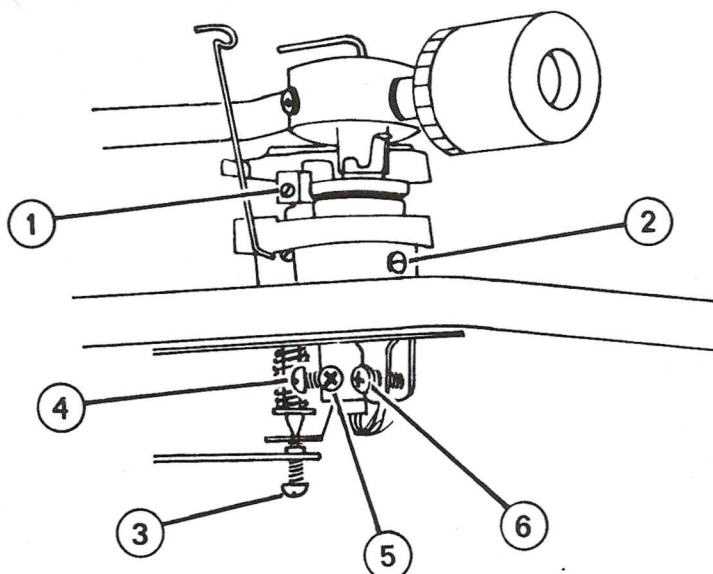
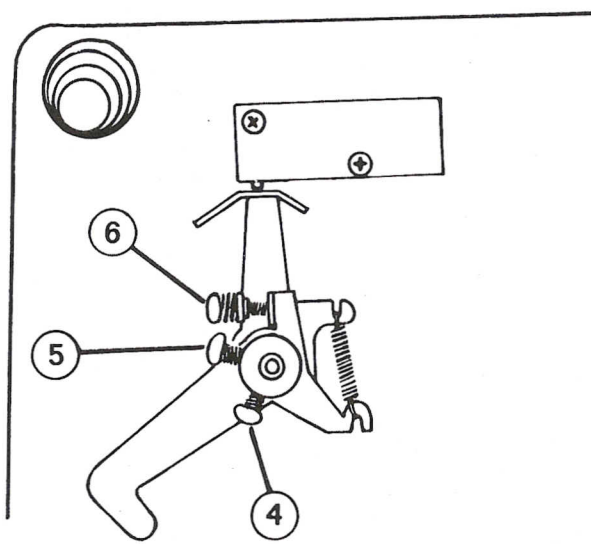

Fig. 7. Demontering av pickuparm
Fig. 8. Justeringsskruer, pickuparm
2.6 Demontering av pickuparm, (fig. 7)
- Løs skruene (2), (4) og (5), (fig. 7).
- Ved montering, sett pickuparmen på plass og fest den på pickuparmstøtten. Skru inn skrue (2).
- Sett pickup-platen i den stilling der den holder mikrobryteren inntrykket, og skru inn skruene (4) og (5), se fig. 8.
Det er sleidearmens posisjon i forhold til pickuparmen som bestemmer når auto-returnfasen skal starte, og dette forholdet kan finjusteres med skruen (6) fig. 7.
- Pickupstiftens høyde over gramfonplaten skal under returfasen være ca 7 mm. Hvis justering er nødvendig løs skruene (1) fig. 7 og juster løftekamens høyde.
- Om nødvendig, juster med skrue (3) fig. 7.
2.6 Dismantling the pick-up arm (fig. 7)
- Remove screws (2), (4) and (5), fig. 7.
- When assembling, put the pick-up arm in position and fix it to the arm support. Screw home screw (2).
- Put the pick-up plate in the position where it holds the microswitch depressed and screw home the screws (4) and (5), see fig. 8.
It is the slide arms position in relation to the pick-up arm that determines when the auto-return phase should start and this relationship can be finely adjusted with screw (6), fig. 7.
- The pick-up needles height over the record should be about 7 mm (1/4") during the return phase. If adjustment is necessary, loosen screw (1) in fig. 7 and adjust the lifting cams height.
- If necessary adjust with screw (3) fig. 7.
- Undersøk fjær og skruer på pickup-plate (fig. 7).
- Check the spring and screws on the pick-up plate (fig. 7).